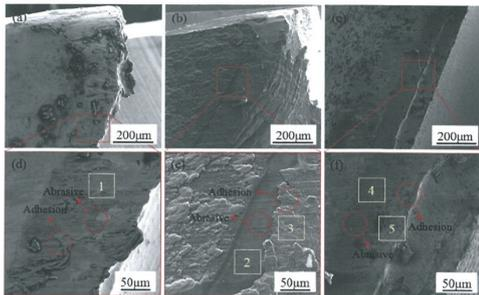

图 5 切削测试后之刀刃情况
在切削测试后, 通过 EDX 在刀具刃口磨损位置进行成份检测 (见表 2), 及以 SEM 观察各刀具之刃口状况 (见图 5), 分析如下:
- ◆ 图 5(d) 位置 1 显示被加工材料附着在刀具上
- ◆ 图 5(e) 位置 2 显示为刀具底材之成份 (钨钢), 表示此位置之涂层已磨损
- ◆ 图 5(e) 位置 3 显示为被加工材料附着在刀具上
- ◆ 图 5(f) 位置 4 及位置 5 显示主要为 AlTiN 涂层, 在切削测试后仍然存在, 没有被明显的磨损